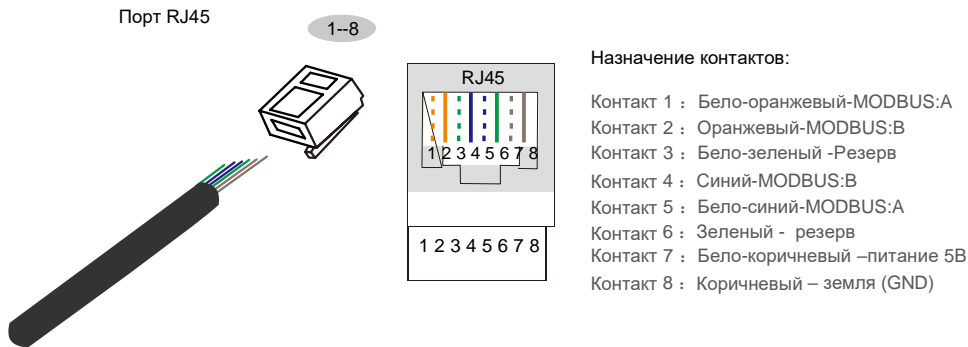

Рисунок 2-14 Назначение контактов MODBUS.
1. Порт MODBUS используется для связи по протоколу MODBUS, то есть для связи с компьютером верхнего уровня. Порт RS485 адаптирован под соединение RJ45. Назначение контактов порта MODBUS показано на Рис. 2-14.